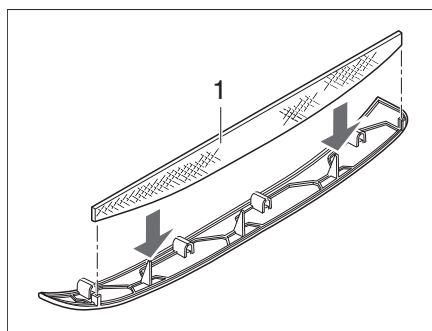
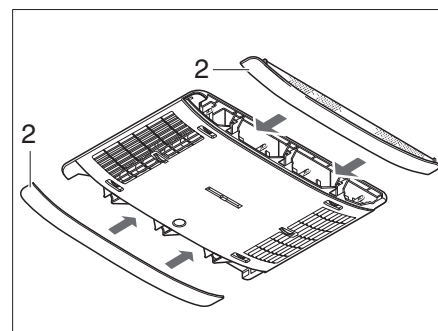

Bild 292 Flusenfilter Klimaanlage
Bild 293 Paneelen Klimaanlage
In den seitlichen Paneelen (Bild 293,2) befinden sich zwei Flusenfilter. Die Flusenfilter müssen in regelmäßigen Abständen, mindestens jedoch alle 6 Monate, gereinigt und bei Bedarf gewechselt werden.
- Paneele (Bild 293,2) vom Luftverteiler abziehen und Flusenfilter (Bild 292,1) reinigen oder bei Bedarf wechseln.